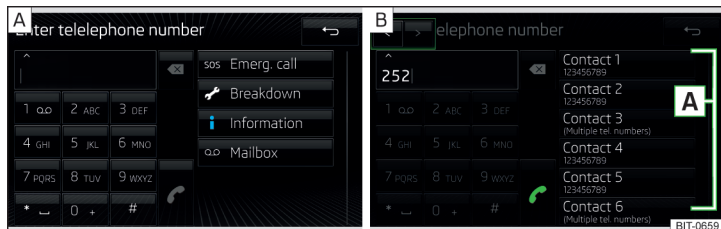
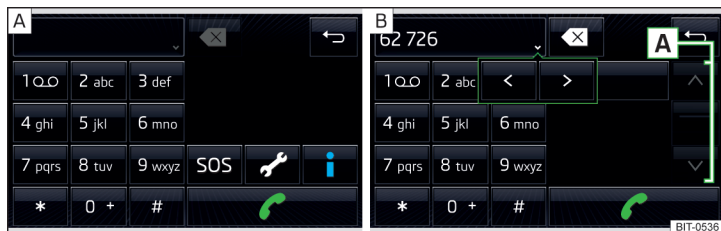

Fig. 182 Infotainment Columbus, Amundsen, Bolero: teclado numérico / Modificación del número de teléfono
Fig. 183 Infotainment Swing: teclado numérico / Modificación del número de teléfono
- Introducir el número de teléfono con ayuda del teclado numérico » fig. 182 y/o » fig. 183 - A.
- Visualización de las superficies funcionales < / > para el movimiento del cursor en la línea de introducción » fig. 182 y/o » fig. 183
Si se introducen p.ej. las cifras 32, entonces se visualizan a parte del teclado numérico en el área A » fig. 182 y/o » fig. 183 contactos con la secuencia de letras DA, FA, EB, etc.